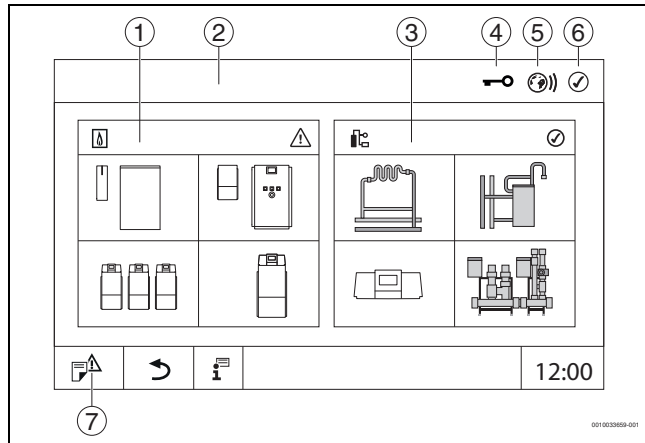

Bild 3 Systemübersicht (Beispiel)
► **Anlage** antippen (→ Bild 3, [3], Seite 8).